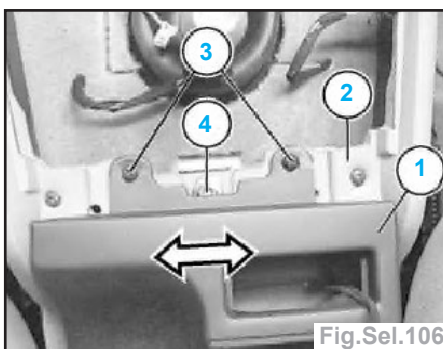

Fig.Sel.106
- Visser avec les vis (3) et centrer le compartiment de rangement (1) et la garniture de planche de bord (2) (fig.Sel.106).
- Desserrer l'écrou (4).